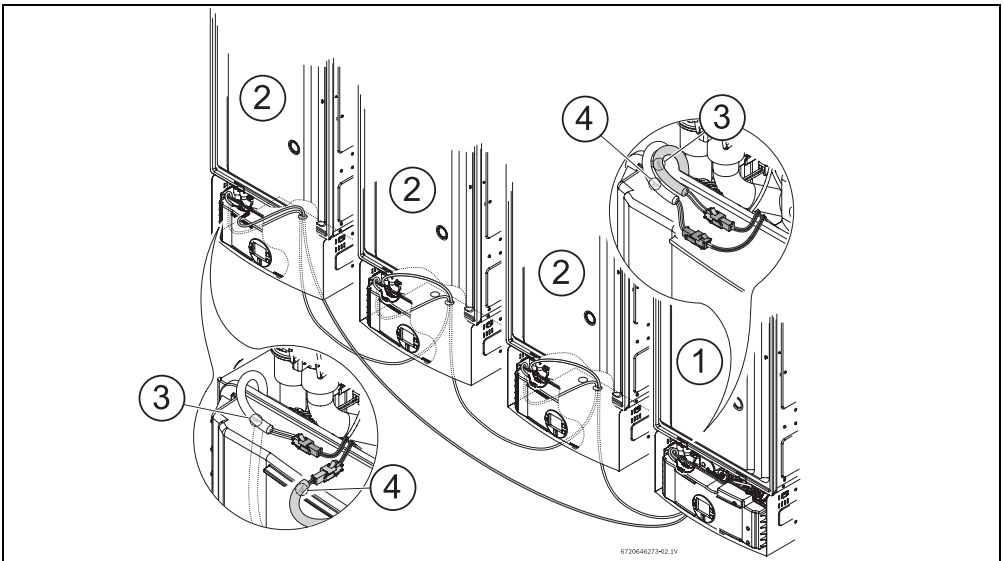

Fig. 2 Exemplo de uma instalação
- ▶ Ligar o conector 'cascading input' ao conector do Aparelho Secundário (Fig. 2).